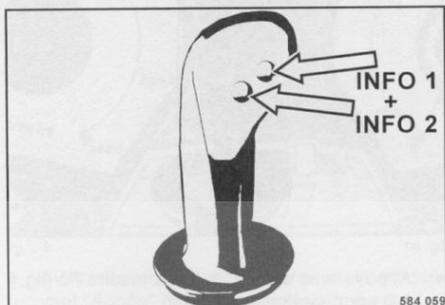

fig. 83
- Appuyer sur les deux touches Info (fig. 83) pendant plus de trois secondes pour accéder au mode d'enregistrement.